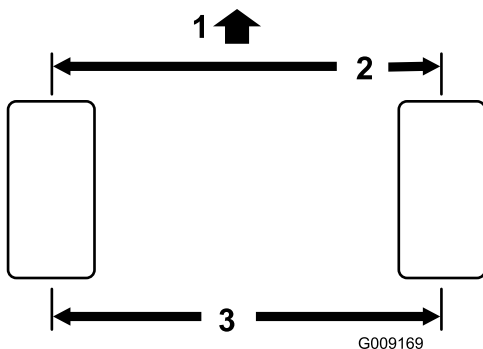

Figura 58
2. Mida la distancia entre centros (a la altura del eje) en la parte delantera y trasera de los neumáticos de dirección (**Figura 58**).